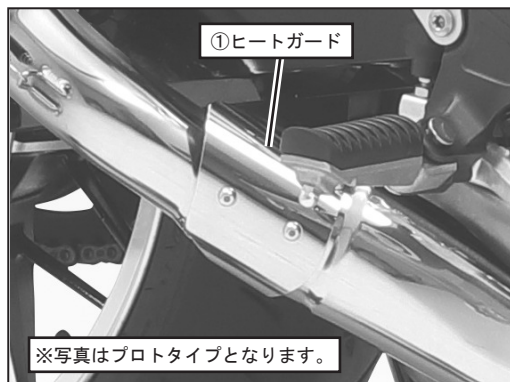

FIG. 3
6. マフラーを本締めする前に、下の図説を参照してヒートガードやクランプバンドの位置を調整し、仮締めしたボルト・ナットを規定トルクで締め付けて下さい。(FIG. 3, 4, 5, 6 参照)